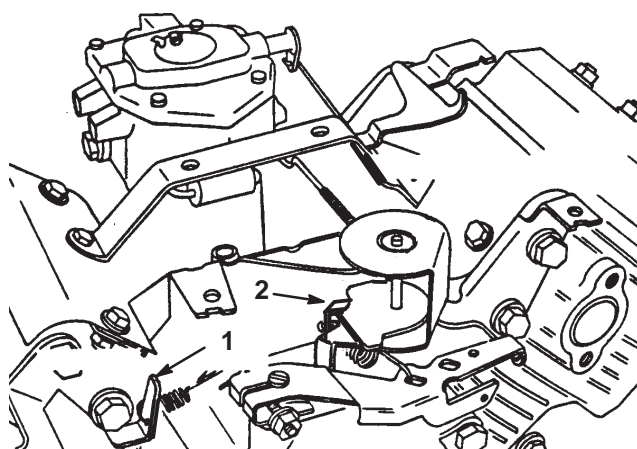

Figure 38
3. Courbez la languette d'ancrage du ressort de ralenti réglé (Fig. 38) pour obtenir un régime de ralenti de  $1450 \pm 50$  tr/min. Vérifiez le régime avec un compte-tours.
5. Réglez la manette d'accélérateur en position Régime maximum. Courbez la languette d'ancrage du ressort de régime maximum (Fig. 38) pour obtenir un régime maximum de  $2850 \pm 50$  tr/min.